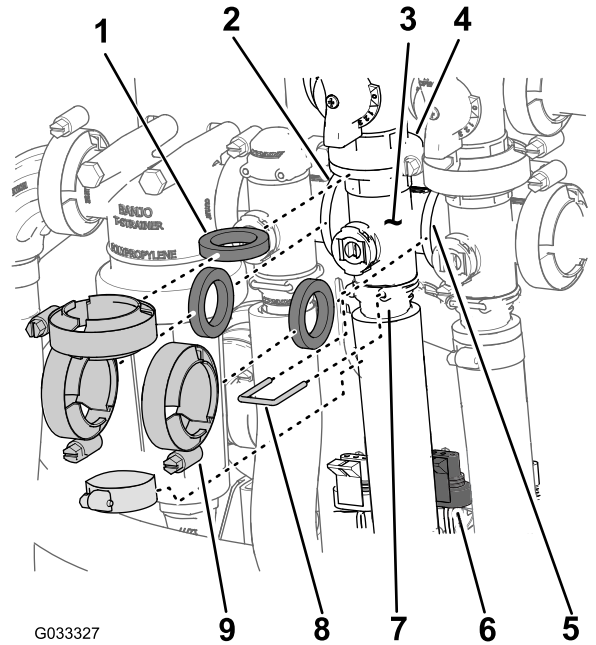

图 70
- 取下将搅拌阀歧管 图 70 固定至搅拌旁通阀、喷洒率控制阀、主喷洒臂段阀以及安装座接头搅拌节流阀的夹具和垫片。
- 拆下将出口接头固定至搅拌阀歧管的卡环 图 70。